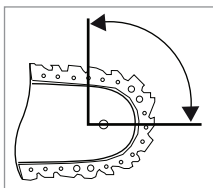

Fig. 1
- En berøring med skinnespidsen kan i mange tilfælde medføre en uventet bagudrettet reaktion, hvor sværdet 35 løftes op i retning af brugeren (se fig. 1).